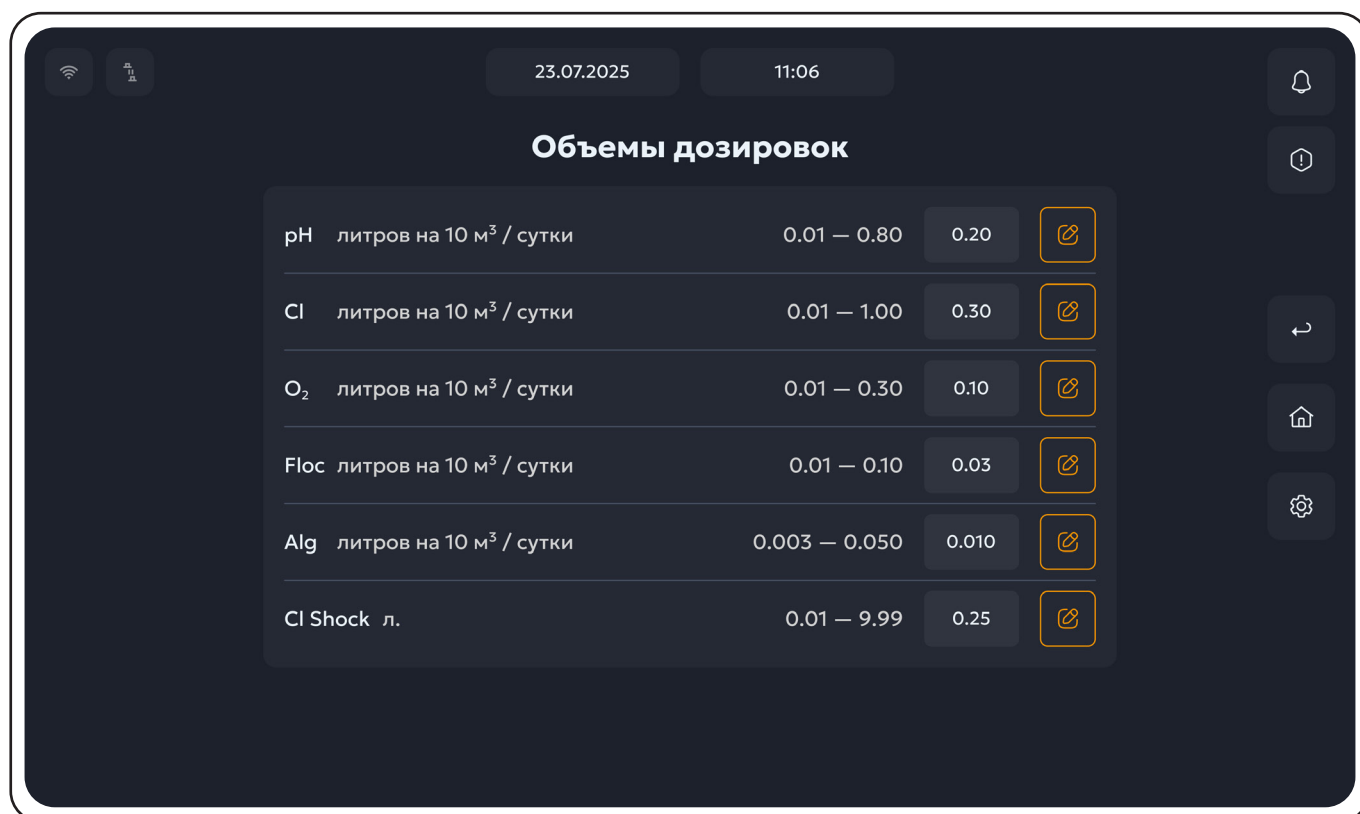

Рисунок 44. Меню пункта **Объемы дозировок**.
1. Находясь в меню пункта **"Сервис"**, выбрать пункт **Объемы дозировак**, после чего откроется следующее меню (рис.44):